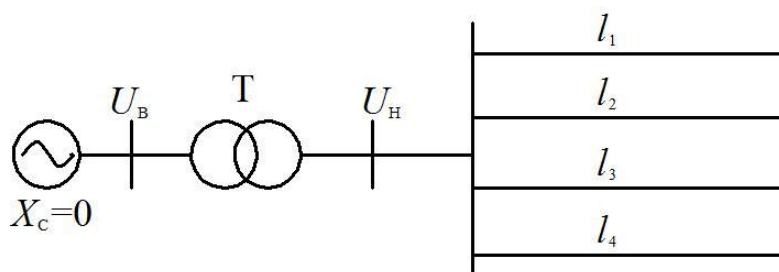
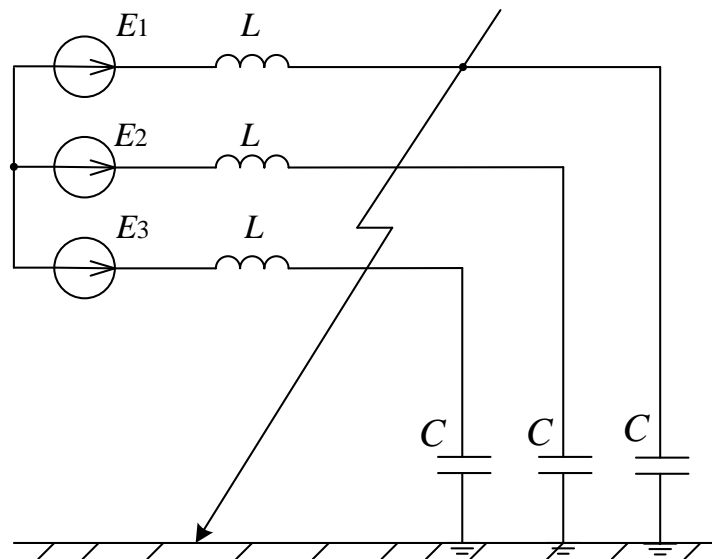

Рис. 10
Рис. 11
Исследования проводятся в лаборатории «Исследования режимов работы систем электроснабжения» с использованием вычислительной техники применительно к схеме, приведенной на рис. 10, схема замещения приведена на рис. 11, а исходные данные в табл. 4.
Каждому студенту предлагается подготовить исходные данные для схемы рис. 11 согласно выданному варианту. Как правило, для студентов очной формы обучения это вариант задачи №14 [4], решаемой на практическом занятии, для студентов заочной формы обучения это вариант курсовой работы
2. Цель работы, схемы рис. 10, 11 и пояснения к ним.